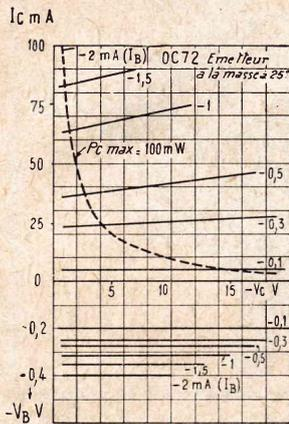

FIGURE 1. — Réseaux $I_c = f(V_{be})$ et $V_{be} = f(I_c)$ avec I_B comme paramètre
- L'examen de la figure 1 nous remet en mémoire que pour dimi-